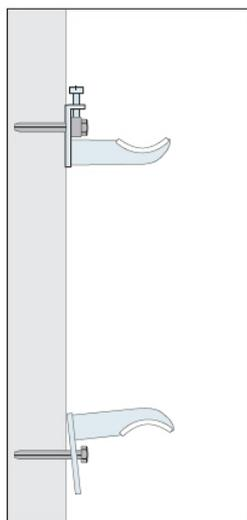

fig. 1
- 7) Répéter l'étape précédente pour la console inférieure en la montant à l'envers, comme indiqué dans la figure **(fig. 1)**.